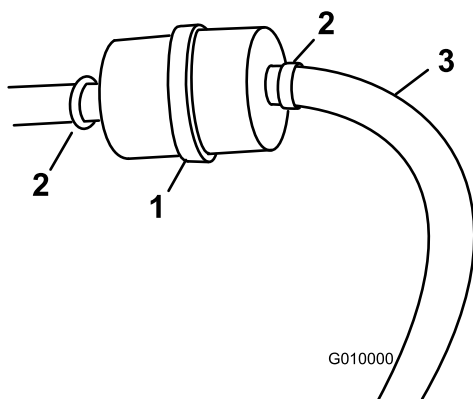

図 51
3. 古いフィルタのクランプをゆるめてフィルタから外して脇に寄せる (図 51)。
5. 新しいフィルタをホースに取り付け、クランプで固定する (図 51)。
3. 燃料フィルタについているクランプをゆるめ、フィルタからはずす (図 51)。
4. 燃料フィルタから燃料ホースを抜き取る (図 51)。
注 落ちてくるガソリンをガソリン容器または廃油受けに受ける (図 51)。
6. クランプで固定する (図 51)。